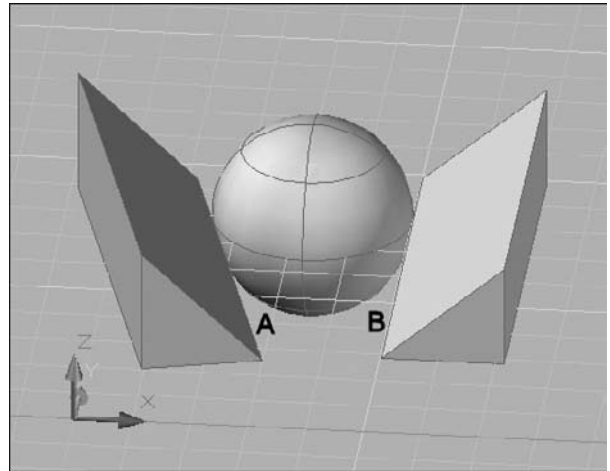

Fig.17.21
- 2 Pointez le premier point de tangence : A (fig.17.21).